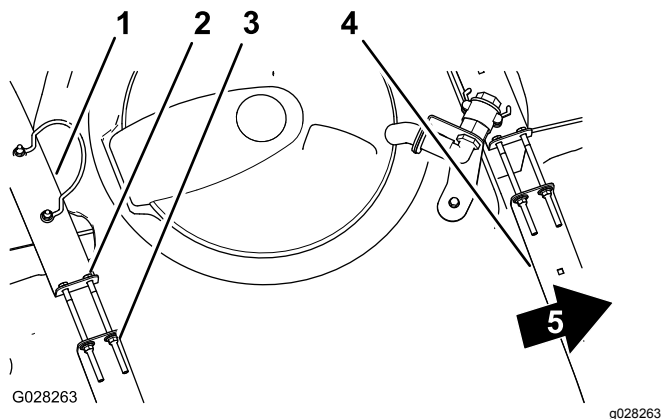

Рисунок 85
2. Убедитесь в отсутствии люфта между хомутами и баком (Рисунок 85).
3. Если хомуты вокруг бака ослаблены, затяните фланцевые контргайки и болты в верхней части хомутов заподлицо с поверхностью бака (Рисунок 85).